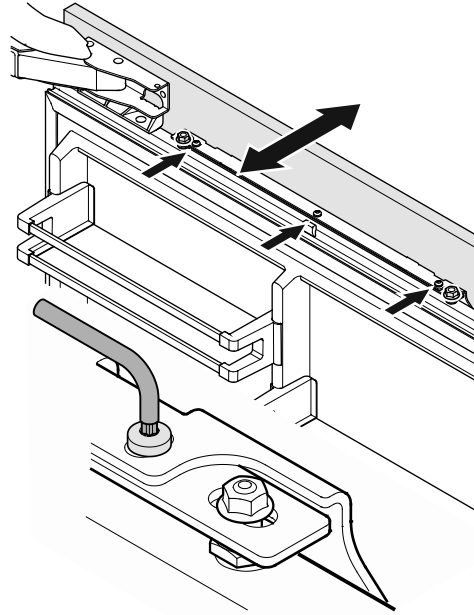

Figure 32
10. Desserrer les trois vis sur le dessus de la baguette de fixation, aligner le panneau comme sur la **Figure 32** et serrer à fond les vis. Procéder de la même manière avec la baguette de fixation inférieure.